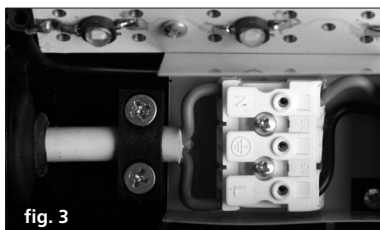

fig. 3
- Le câble doit passer sous la barrette de serrage et sortir de 3 mm ~ (fig. 3).